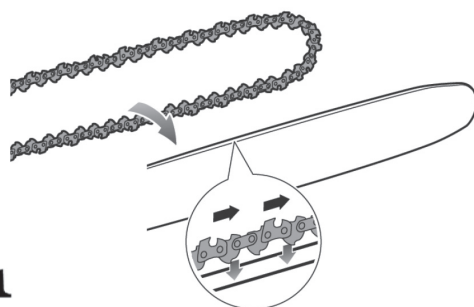
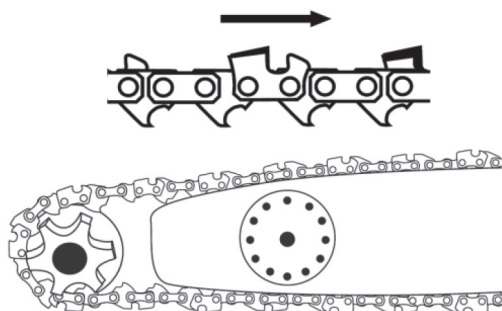

Рис. 7
Рис. 8
4. Наденьте цепь на ведущую звёздочку (рис. 8) и шину, вставив хвостовики цепи в паз шины (рис. 7). Проверьте, что зубья цепи направлены режущими кромками по ходу движения цепи (по часовой стрелке).